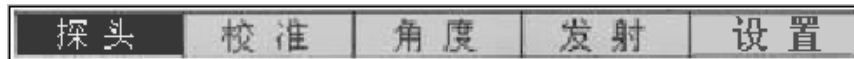

图 2.3
- 1、按【调校】键，进入到调校功能主菜单，按相对应的功能键选择“探头”，“探头”栏被选中，如图 2.3。